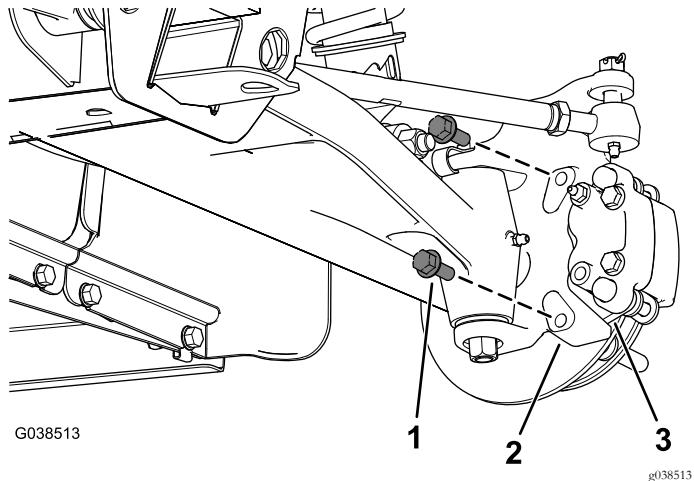

Figura 4
4. Rimuovete i bulloni a testa flangiata (3/8 x 1 poll.) che fissano la staffa del gruppo delle pinze dei freni all'alberino e togliete il gruppo delle pinze dei freni dall'alberino (Figura 4).
9. Montate il nuovo gruppo delle pinze dei freni sull'alberino utilizzando 2 bulloni a testa flangiata (3/8 x 1 poll.), come illustrato nella Figura 4.